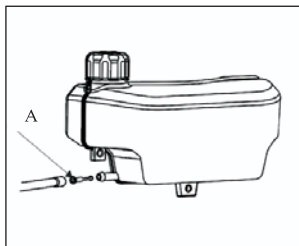

Fig. 14 A. crépine de carburant
3. Réinstallez le filtre à carburant (A) et la conduite de carburant. (Voir la figure 14)